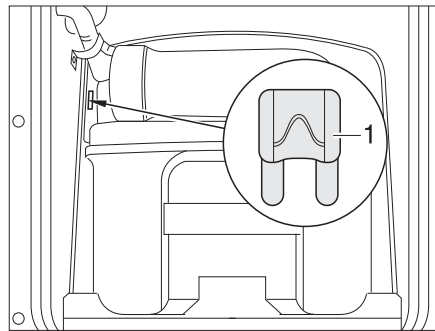

Fig. 101 Fusibile della toilette Thetford
- Sostituire il fusibile (Fig. 101,1).